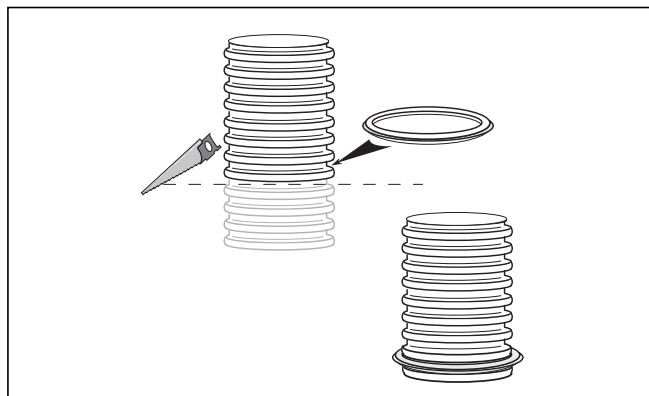

Fig. 6.24 Scurtarea conductei flexibile pentru gaze arse și montarea garniturii de etanșare
Prima dată doar aproximați lungimea totală. Adaosul de siguranță în cazul căminului drept: cel puțin 50 cm, în cazul căminului înclinat: cel puțin 70 cm pe înclinație. Doar atunci scurtați conducta flexibilă pentru gaze arse (vezi fig 6.24), când îl fixați la gura căminului.
- Montați pe urmă garnitura de etanșare în canelura inferioară nedeteriorată a conductei pentru gaze arse (vezi Fig. 6.24).